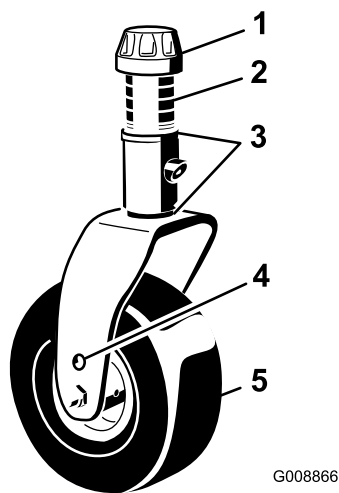

Рисунок 95
1. Снимите колпачковую гайку с вала шпинделя и извлеките шпиндель из рычага поворотного колеса (Рисунок 95).